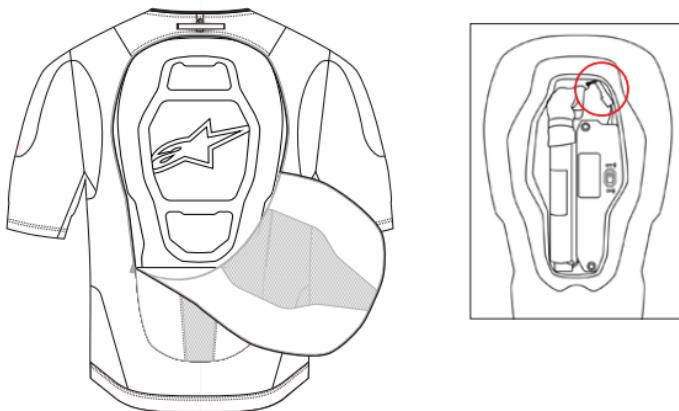

Figura 23: Desconectar la Pnatalla LED (3)
1. Desconectar la Pantalla LED (3) – En primer lugar, coloque el Sistema sobre una superficie plana, preferiblemente encima de un banco de trabajo o mesa, con la parte frontal del Sistema hacia abajo. Acceder al Protector Posterior (4) abriendo la cremallera situada en la parte posterior del Sistema. Abrir la funda con el cierre de Velcro del Protector Posterior (4) y desconectar el conector de la Pantalla LED (3) como se indica en la Figura 23.